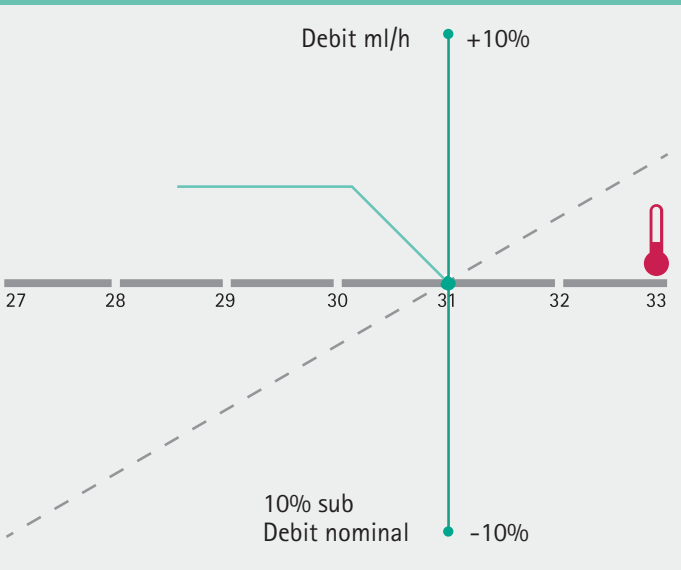

Figura 1: Debitele în raport cu temperatura
- **Condiționarea de temperatură:** Easypump® II este proiectată pentru a funcționa la temperatura camerei 23°C ± 2°C (± 73°F 3.6°F). Dispozitivul de reglare al debitului este calibrat pentru a funcționa la 31°C (88°F). Pentru a menține o rată a debitului stabilă, acesta trebuie să fie întotdeauna în contact cu pielea pacientului (31°C). Pentru fiecare 1°C în plus sau în minus față de această temperatură, debitul va crește sau va coborî cu aproximativ 2,5%. O creștere a temperaturii duce la o creștere a debitului și invers (figura 1).